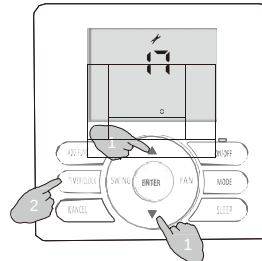

Рис. 5
2. Натисніть «▲» або «▼». Код параметра відповідно збільшуватиметься або зменшуватиметься на 1. Коли відобразиться значення 17, натисніть кнопку TIMER/CLOCK (ТАЙМЕР/ГОДИННИК), щоб перезаписати параметр EE внутрішнього блока, при цьому загориться символ  і почне блимати код параметра EE 00 (див. рис. 5).